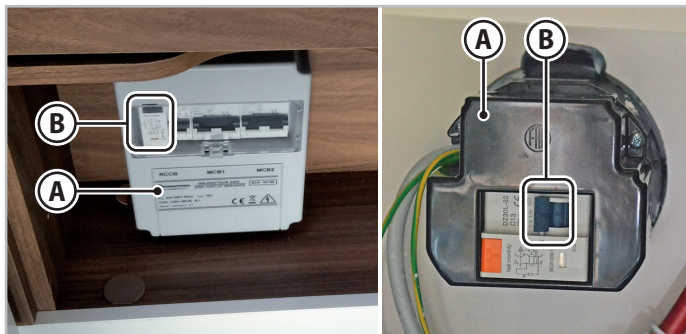

Fig. 6.32 - Painel de alimentação elétrica
O painel de alimentação elétrica de 220 V (A - Fig.6.32) do veículo está protegido por um disjuntor bipolar (B - Fig.6.32). A tomada de alimentação está equipada com o terceiro polo de ligação à terra, tal como exigido pela regulamentação atual.
1. Baixar as alavancas (B - Fig.6.32) do disjuntor diferencial.
5. Levantar as alavancas (B - Fig.6.32) do disjuntor diferencial.